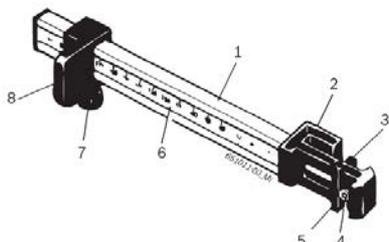

Рис. 8. Ручной штангенциркуль:
1. Расположите ручной штангенциркуль с ползуном (рис.8, поз. 8) на внутренней закраине обода.
2. Установите требуемый приклеивающийся балансировочный грузик в щипцы для наружных грузиков (рис. 8, поз. 5).
5. Установите второй требуемый приклеивающийся балансировочный грузик в щипцы для внутренних грузиков (рис. 8, поз. 3).